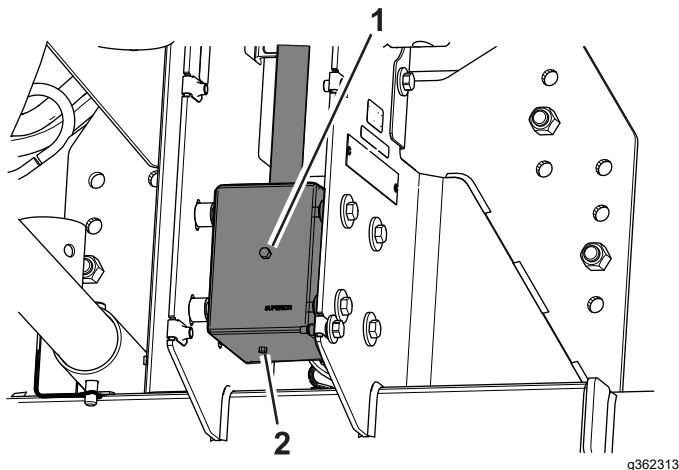

図 25
4. ギアボックスの側面にある点検補給プラグを外す 図 25。